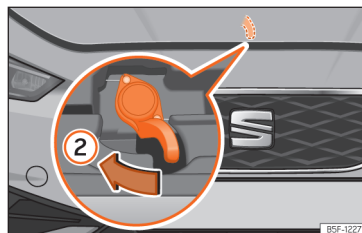

Abb. 222 Hebel unter der Motorraumklappe.
- Um die Motorraumklappe zu öffnen, drücken Sie den Hebel unterhalb der Motorraumklappe in der Mitte mit der Hand nach links » **Abb. 222 ②.** Die Fanghaken werden entriegelt.